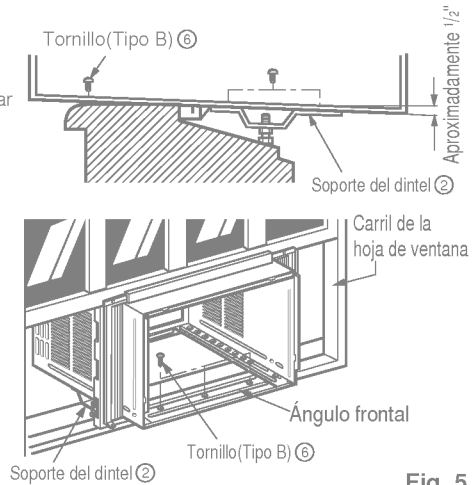
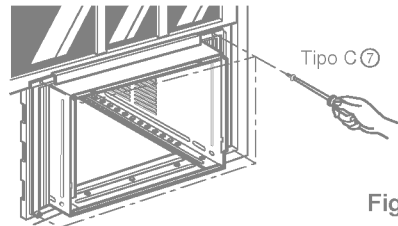

Fig. 5
Fig. 6
- El gabinete debe ser instalado con una ligera inclinación (aproximadamente 1/2") de modo que el lado externo quede hacia abajo (ver Fig. 5) Ajuste el perno y la tuerca del soporte al dintel ② para equilibrar el gabinete.
- Agregue el gabinete al asiento de la ventana colocando los tornillos ⑥ (Tipo B: Largo 16mm 5/8 - pulgadas - abajo.) a través del ángulo frontal en el asiento de la ventana.
- Tire cada marco de la cortina ① completamente para cada carril de hoja de ventana y repita el paso 2.
- Agregue cada marco de la cortina ① de la hoja de la ventana usando tornillos ⑦ (Tipo C). (ver Fig. 6)